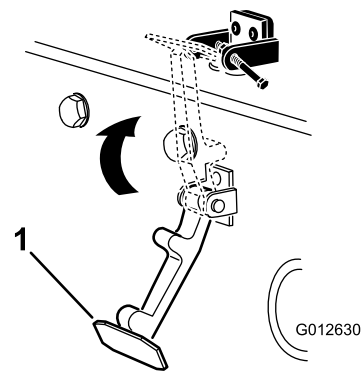

**Figura 6**
6. Aplique rebites nos suportes e nas anilhas ao capot (Figura 6).